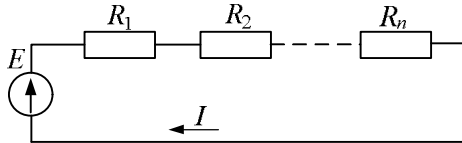

Рис. 6. Схема последовательного соединения проводников
- при последовательном соединении проводников (рис. 6):